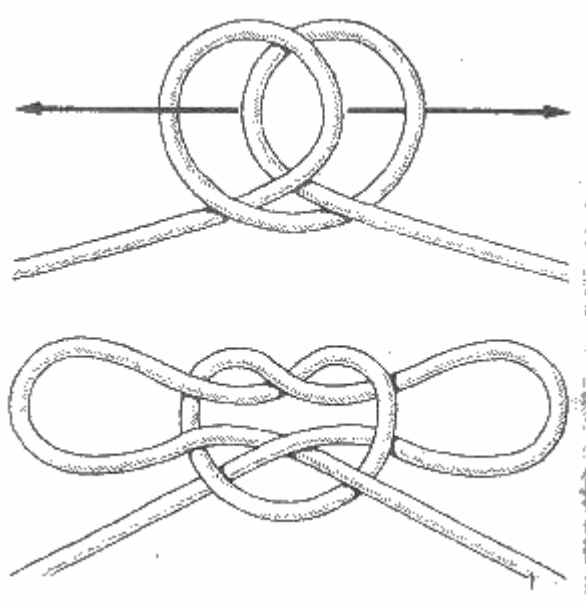

Рис. 90. Кандальный узел
**Кандальный узел** (рис. 90). Он очень схож с "пьяным" узлом. Его название на английском языке обозначает "наручники". Узел может служить для тех же целей. Несмотря на внешнее сходство, это два разных узла (см. рис. 90 и 89). Во всяком случае, не развязывая их и не вынимая концов из центральной петли, один узел превратить в другой невозможно. Некоторые моряки называют этот узел двойным топовым узлом, так как иногда он применяется аналогично топовому узлу (см. рис. 80).